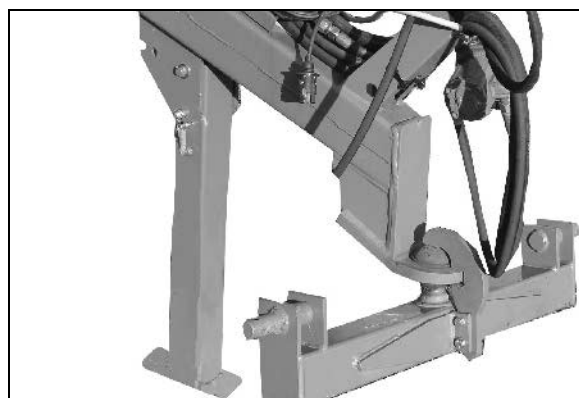

Рис. 25
- При отцепленном агрегате опора опущена (Рис. 25).